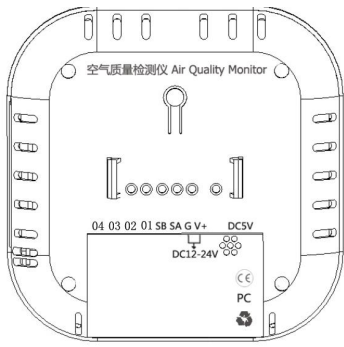

图7
8.3、按照接线定义将导线接在接线端子上，然后将接好的端子插入设备后部相应位置，如图7